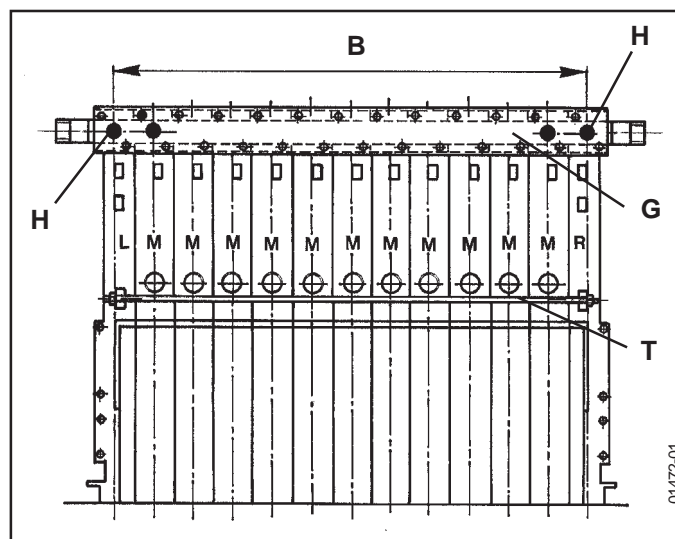

Fig. 13
Zet de 3 trekstangen (T) op hun plaats en stel de afstandsmaat B aan de voor- en achterzijde af (Tabel en Fig. 13).
**LET OP hoe de trekstangen (T) zich gedragen** en verwijder de montageplaten "A" van de aanvoercollector en zet de klemplaat (G) op zijn plaats (G) (Fig. 13).
Monteer de dompelbuizen van de thermostaten in de aansluitingen (H) van 1/2" die zich in het uiterste element bevinden (Fig. 13) aan de vertrekzijde van de verwarming. Installeer de aftapkraan in de aansluiting 3/4" van de retourcollector.